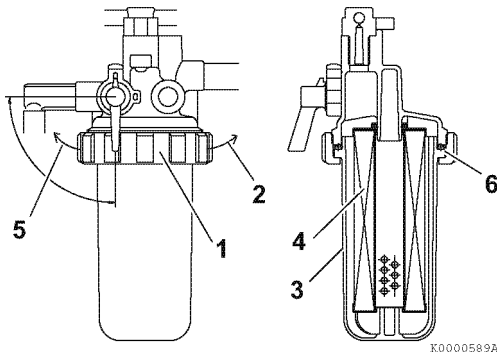

Рисунок 15
3. Вращайте крепежное кольцо (Рисунок 15, (1)) влево (Рисунок 15, (5)).
4. Осторожно снимите чашку (Рисунок 15, (3)). Вылейте топливо в разрешенную емкость и утилизируйте надлежащим образом отходы. Держите чашку за дно с помощью технической салфетки, чтобы предотвратить капание топлива. Немедленно вытирайте все пролитое топливо.
5. Извлеките топливный фильтр (Рисунок 15, (4)), потянув его вниз.
8. Проверьте состояние кольцевого уплотнения (Рисунок 15, (6)). При необходимости замените.
9. Установите чашку на установочный фланец и вращайте крепежное кольцо (Рисунок 15, (1)) вправо (Рисунок 15, (2)). Затяните только рукой.